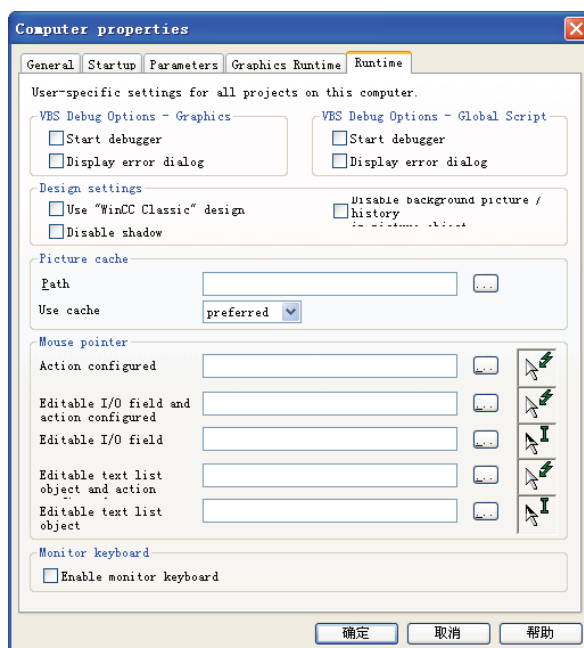

图 13-13 “Runtime”选项卡
- 2) 选择“Runtime”选项卡控件，如图 13-13 所示。